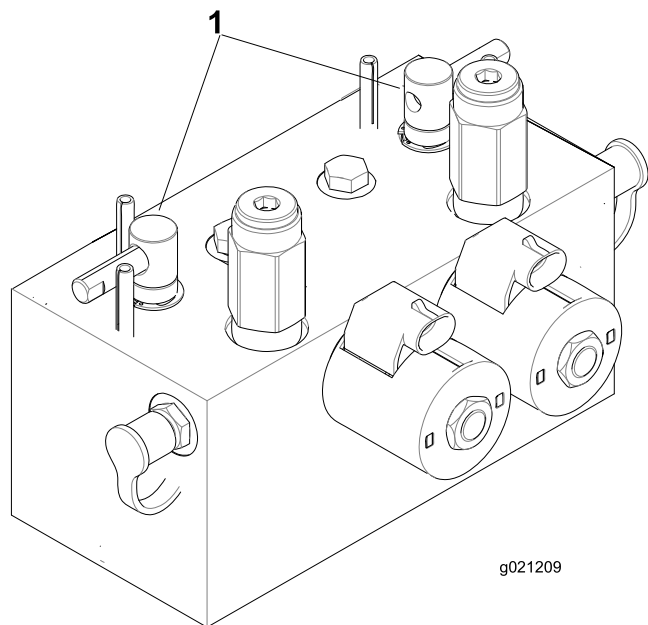

Bild 106
2. Entriegeln und klappen Sie den Sitz hoch, um die Läpphebel frei zu legen (Bild 106).
5. Wählen Sie entweder den vorderen, hinteren oder beide Läpphebel aus, um festzulegen, welche Geräte geläppt werden (Bild 106).